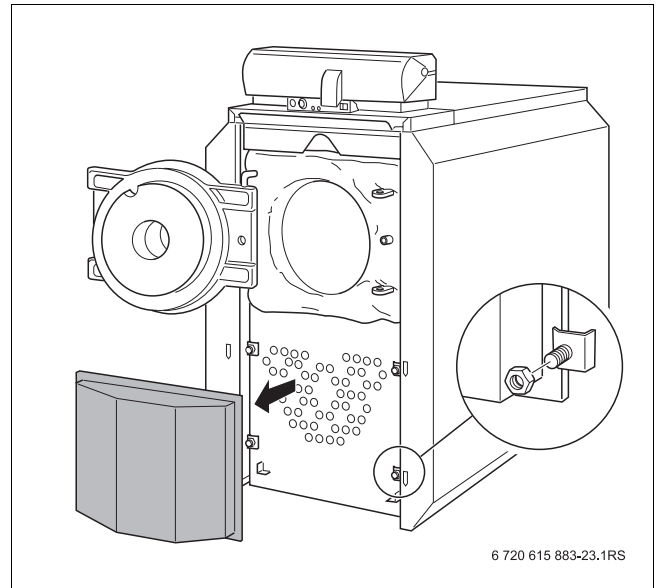

Рис. 30 Проверка/осмотр
- ▶ Установите поворотную камеру и закрепите зажимными уголками (→ рис. 30, стр. 31).
4	Снять передние части облицовки, открыть дверцу горелки (→ рис. 30, стр. 31)